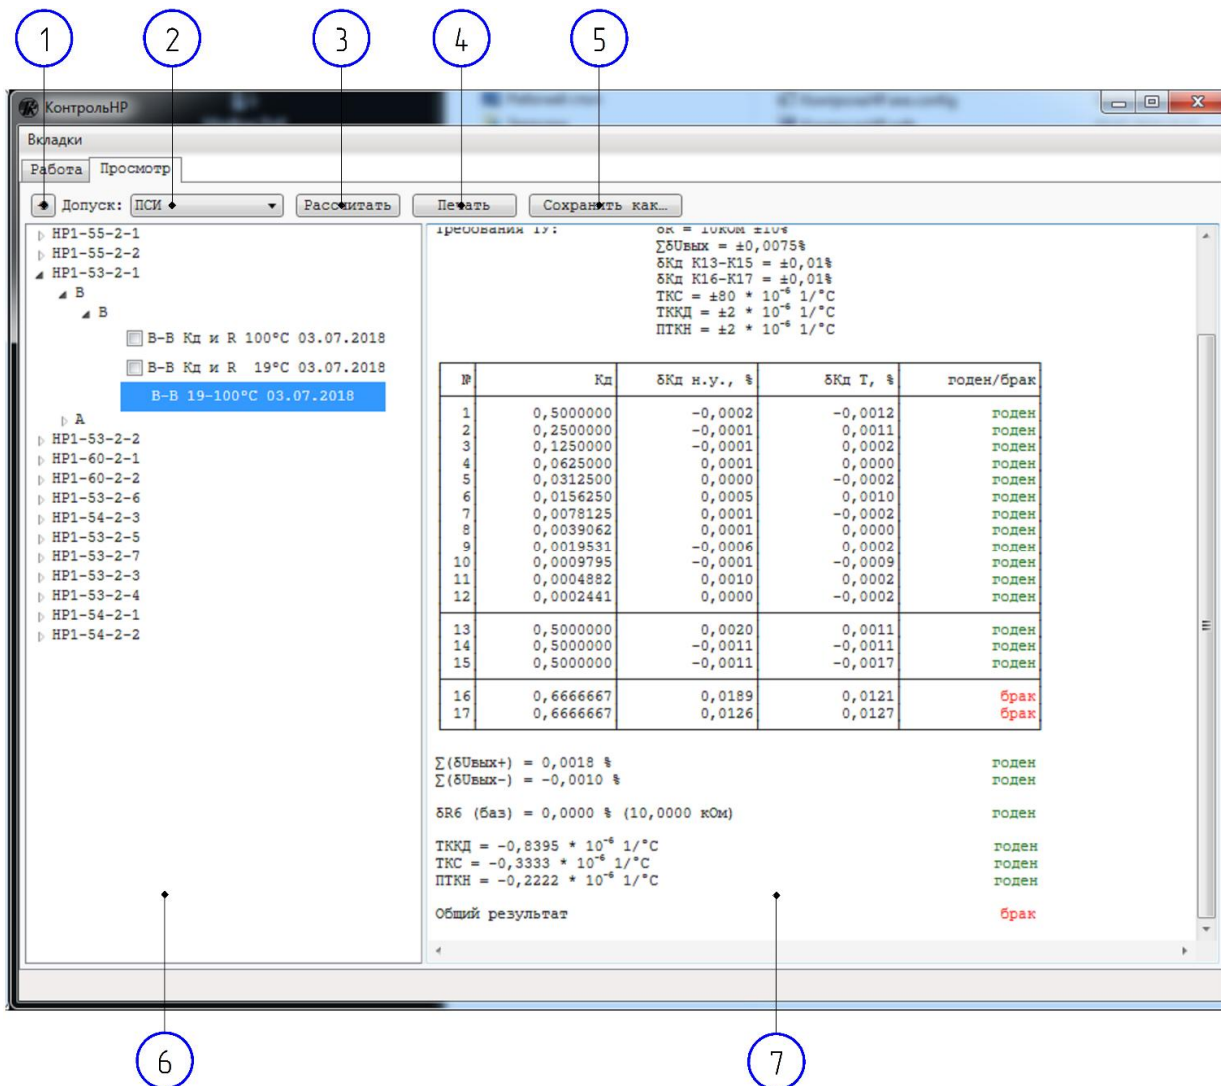

Рисунок 5
2.3.2.2 Выбрать используемый допуск (Рисунок 5, выноска 2).
2.3.2.3 В области, обозначенной выноской 6 (Рисунок 5), выбрать измерение. Измерения имеют такую структуру «обозначение изделия – партию – номер».
2.3.2.4 После того как файл будет сформирован его содержимое будет отображено в области, обозначенной выноской 7 (Рисунок 5).
2.3.2.5 Для того что бы распечатать файл необходимо нажать кнопку, обозначенную выноской 4(Рисунок 5), после этого отобразится форма, представленная на рисунке 6, в которой можно выбрать принтер и настроить его, после чего распечатать.
2.3.2.6 Нажав кнопку, обозначенную выноской 5 (Рисунок 5), «Сохранить как ...», отобразится форма, представленная на рисунке 7, в которой можно выбрать место сохранения файла, после чего сохранить файл. Сохранённый файл, будет иметь расширение «RTF».
2.3.2.7 Выбрав 2 соответствующих измерения в области, обозначенной выноской 6(Рисунок 5), и нажав кнопку, обозначенную выноской 5 (Рисунок 5), «Рассчитать», произойдет расчёт температурных характеристик.
2.3.2.8 Для обновления данных нажать кнопку, обозначенную выноской 1 (Рисунок 5).